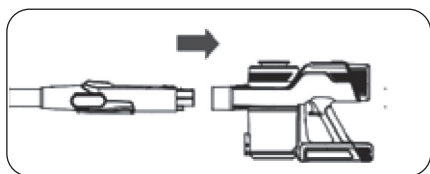

Figura 1
- Empuje el extremo del tubo de aluminio horizontalmente en el orificio de vacío de la máquina principal para asegurarse de que está compacto y no se afloje, y que la instalación se ha realizado correctamente después de que se oiga el sonido de clack. (figura 1)